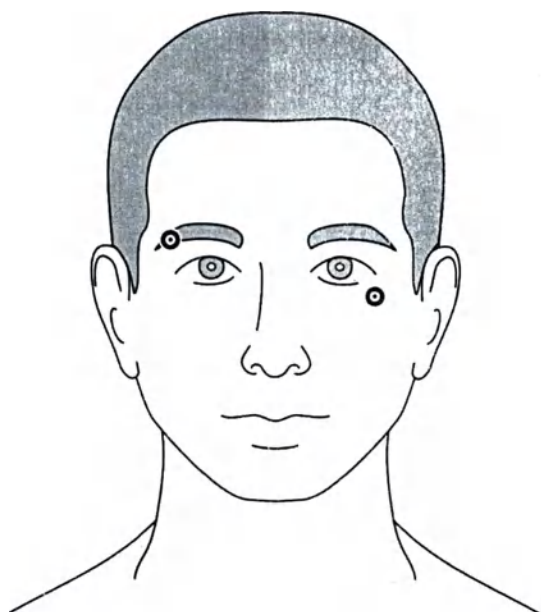

Рис. 38. Схема наложения электродов в области глаз пациента
- 3) Для регистрации сигнала ЭОГ можно использовать чашечковые электроды, предварительно заполненные токопроводящей адгезивной пастой, или одноразовые электроды с коннектором «кнопка» и соответствующими кабелями отведения. Согласно рекомендациям AASM требуется накладывать 2 электрода: один на 1 см выше наружного угла правого глаза, второй на 1 см ниже наружного угла левого глаза (рис. 38). Референтным электродом для обоих вышеуказанных выступает наложенный ранее электрод в позиции M2. Перед наложением электродов кожу пациента требуется обезжирить с помощью спиртовой салфетки. Наложённые чашечковые электроды дополнительно закрепите медицинским пластырем. Подключите наложенные электроды кабелями отведения к электронному блоку системы согласно монтажу.